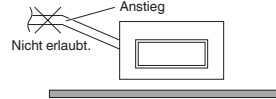

Abb. 3-65-3
- **Das Rohr nicht so einbauen, dass es von der Anschlussstelle aus ansteigt. In diesem Fall fließt das Abflauwasser zurück in das Gerät, was nach dem Ausschalten Leckwasser verursacht. (Abb. 3-65-3)**